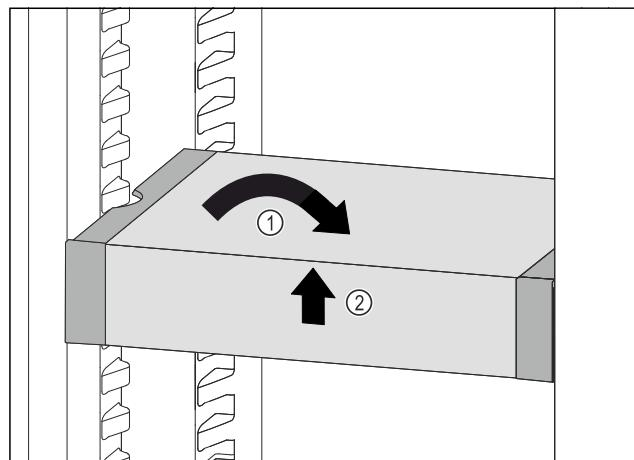

Fig. 94
- Вирівняти VarioSafe. Fig. 94 (1)
- Підняти VarioSafe спереду. Fig. 94 (2)